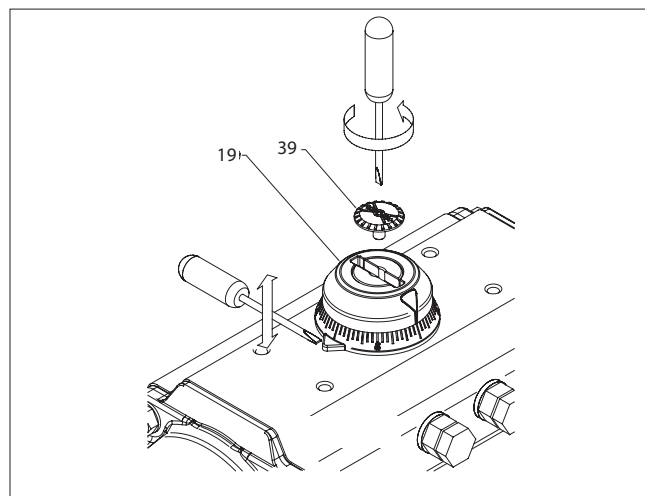

Figure 3.
1. Dépose de l'indicateur de position (19,20), (**Figure 3**) :